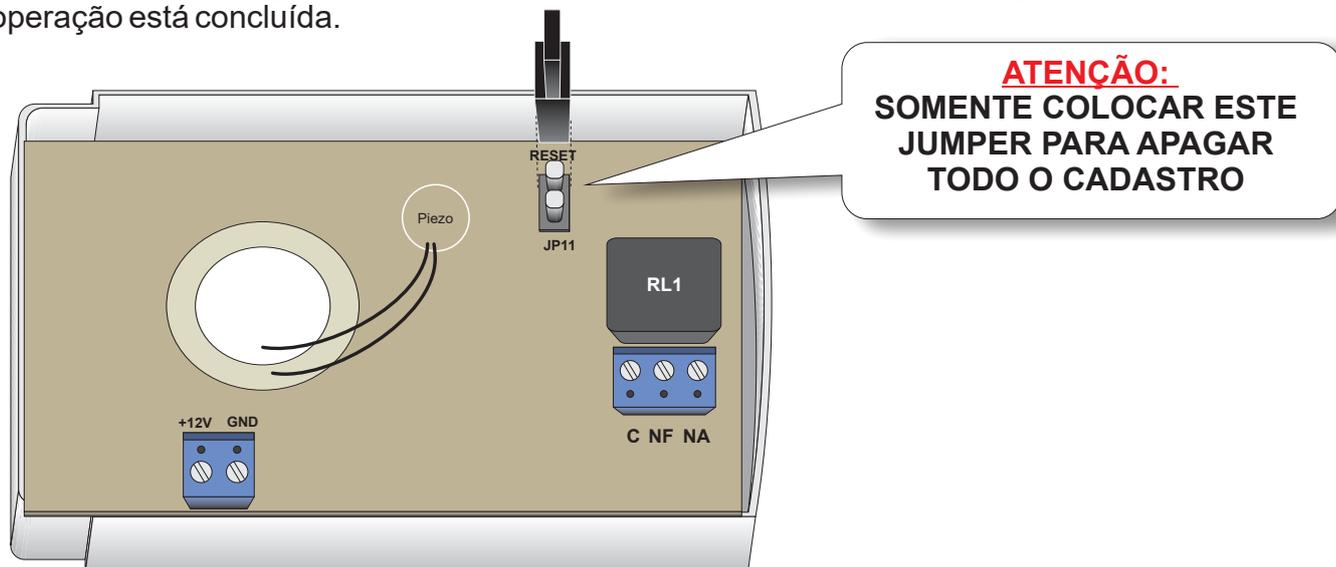

Figura 5
- b) Feche o jumper JP11 (veja figura 5);